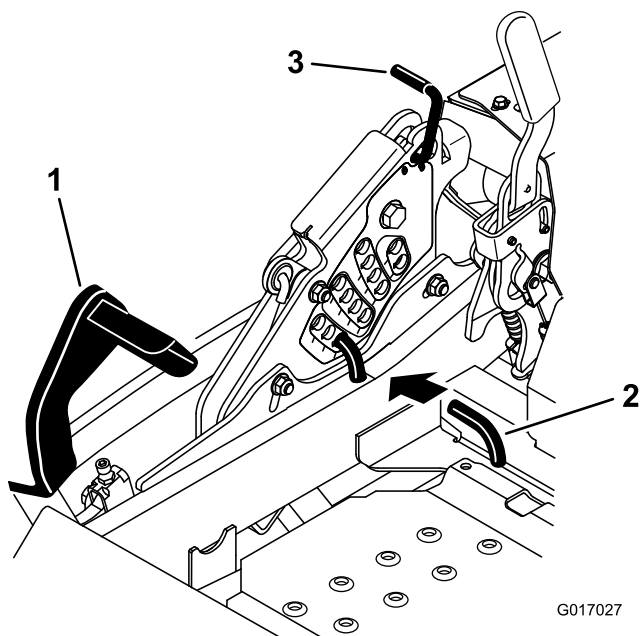

Figure 85
5. Enfoncez la pédale de relevage du plateau de coupe au maximum pour verrouiller le plateau à la position de transport de 14 cm (Figure 85).